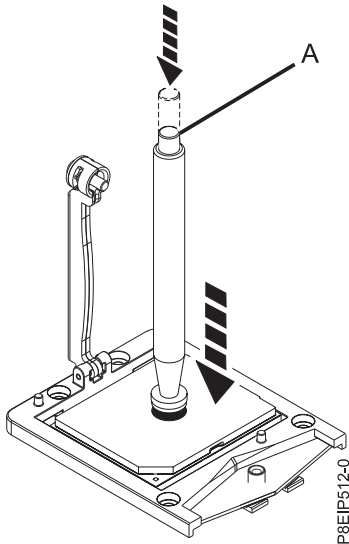

図 53. 取り外しツールをシステム・プロセッサ・モジュールの上に下ろす
7. 真空ペン・ツールを、取り付けるシステム・プロセッサ・モジュールの上に下ろします。ペン (A) の上部を完全に押し込み、ペンをプロセッサ・モジュールの中央に保持します (図 53 を参照)。ペンの上部を放して、ペンをプロセッサ・モジュール上に固定します。